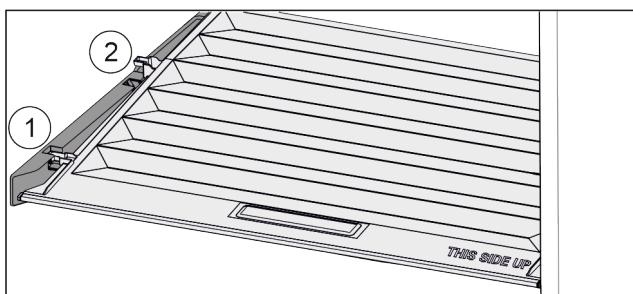

Fig. 68
- Потянуть крышку до отверстия в поддерживающих деталях вперед Fig. 68 (1).
- Поднять сзади снизу и извлечь Fig. 68 (2) движением верх.